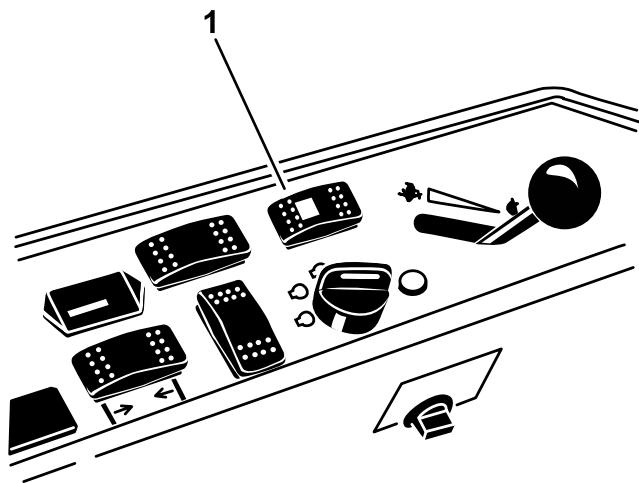

図 40
1. 切り替えスイッチの後側を押す4輪操舵にセット 図 40。